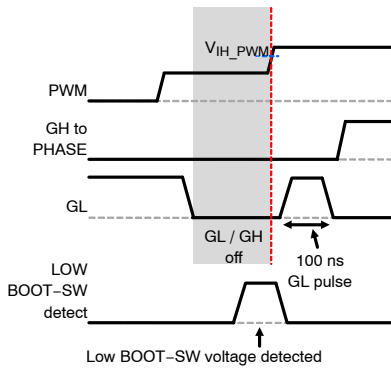

图 32. 检测到较低的BOOT-SW电压并且PWM从三态变为高电平
- 如果该器件以较低的BOOT-SW电压退出三态状况并且控制器发出PWM = HIGH的指令，SPS会输出一个100 ns的GL脉冲并且执行PWM = HIGH指令(参见图32)。